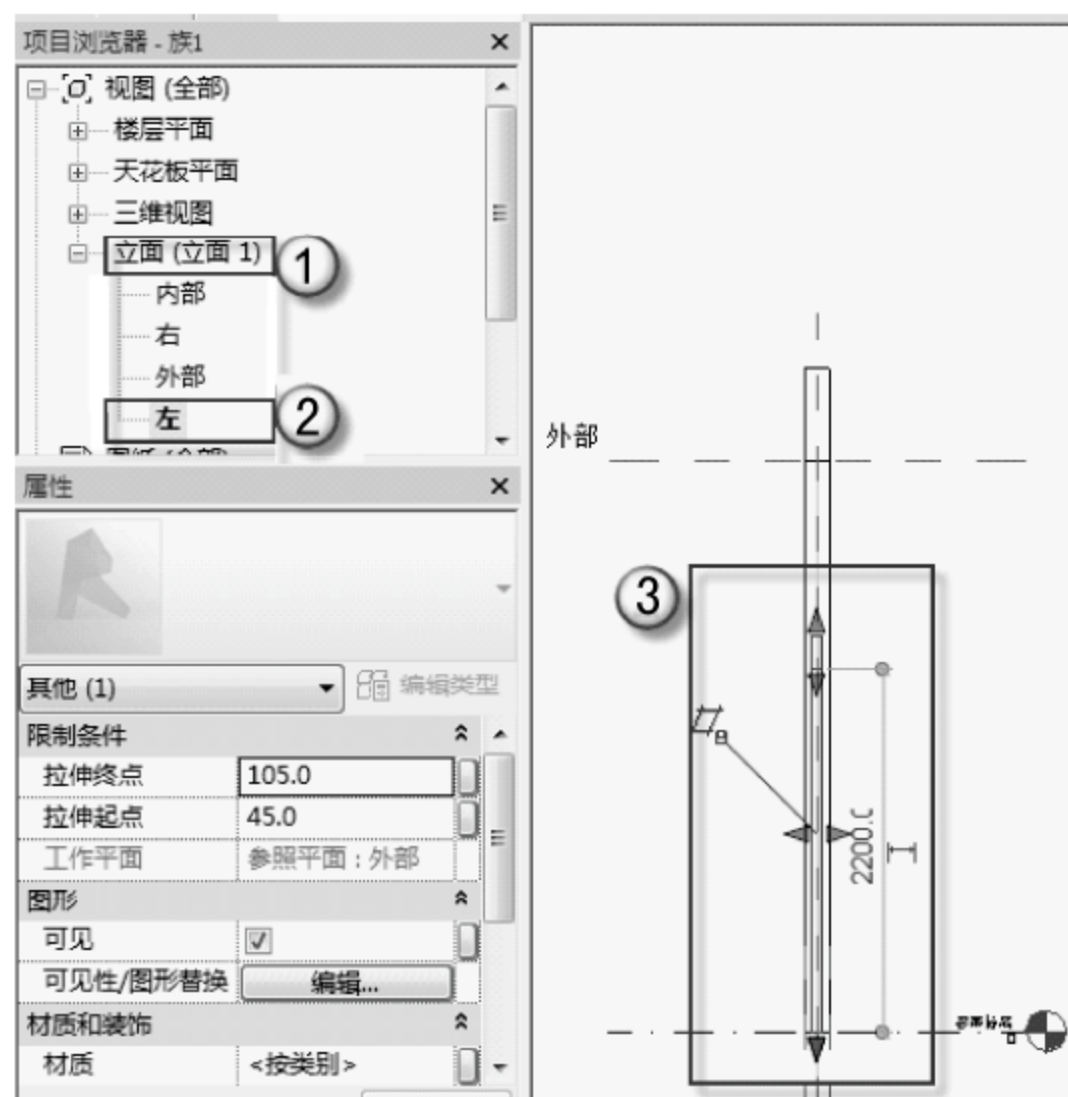

图 6.2.11 FM1534 乙的左立面视图
(10) 选择“项目浏览器”中的“立面（立面 1）”→“左”命令，可以进入 FM1534 乙的左立面视图，如图 6.2.11 所示。